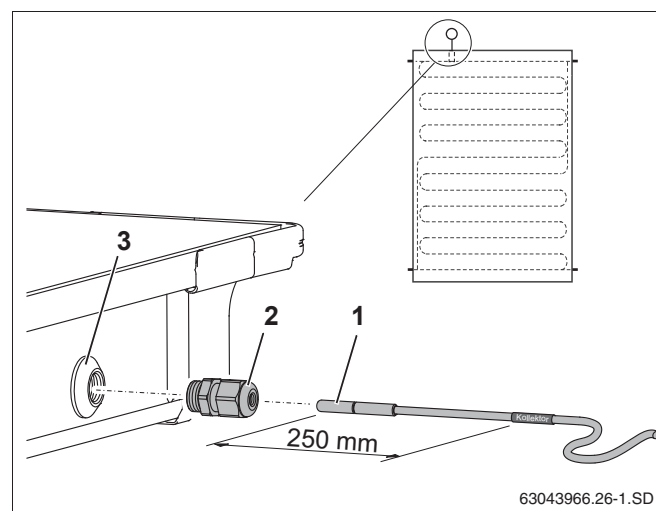

Рис. 32 Установка датчика в коллектор
Для исправной работы установки необходимо, чтобы коллекторный датчик (рис. 32, поз. 1) был вставлен в установочную трубку до упора (примерно на 250 мм).
- ▶ Проткните датчиком или отверткой уплотнительный слой в гильзе (рис. 32, поз. 3).
- ▶ Заверните зажимную втулку (рис. 32, поз. 2) в гильзу.
- ▶ Затяните зажимную втулку (рис. 32, поз. 2), удерживая от сворачивания.
Если Вы проткнули гильзу (рис. 32, поз. 3) не в том коллекторе, в котором нужно, то ее нужно плотно закрыть заглушкой из комплекта для подключения. Но прежде нужно, используя резьбовую втулку (рис. 32, поз. 2), удалить находящуюся в гильзе гайку.